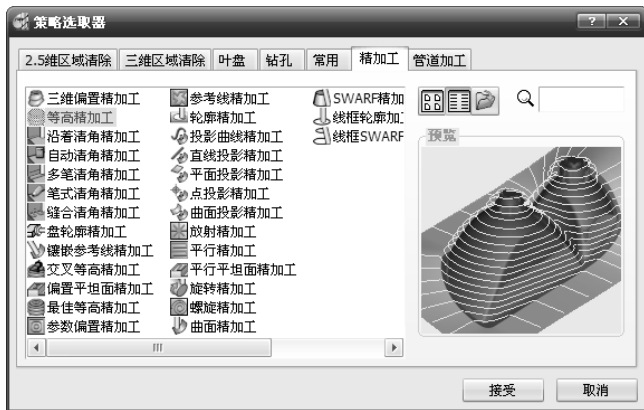

图 3-39 “策略选取器”对话框的“精加工”选项卡
1) 单击主工具栏上的“刀具路径策略”按钮, 弹出“策略选取器”对话框。单击“精加工”选项卡, 选择“等高精加工”加工策略, 如图 3-39 所示。单击“接受”按钮。